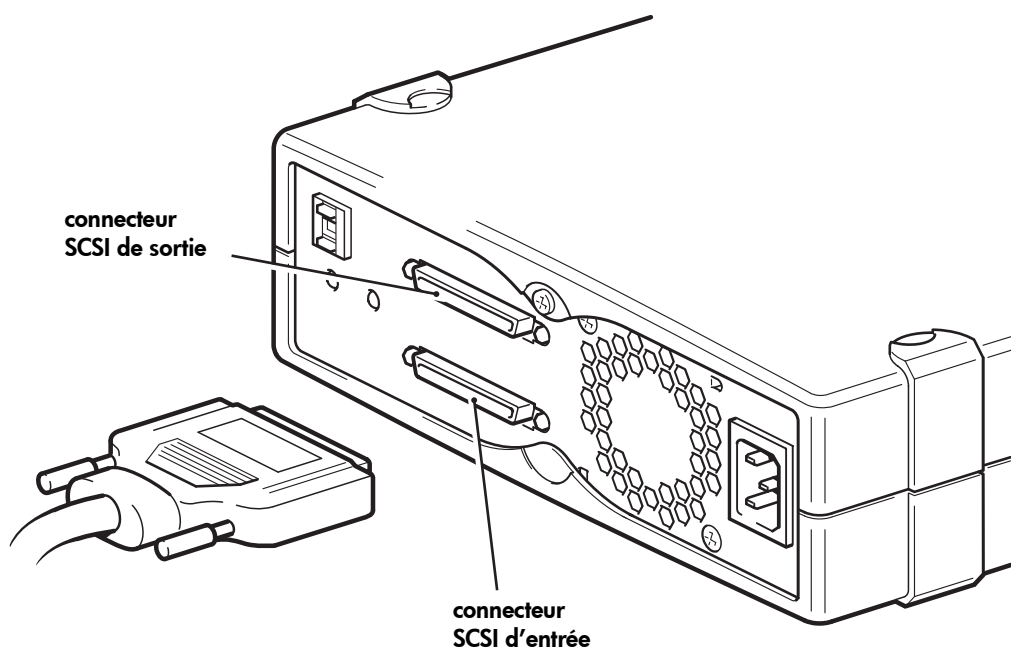

Figure 5 : connexion du câble SCSI
- 4 Effectuez la connexion HD du câble SCSI au connecteur SCSI d'entrée sur le panneau arrière du lecteur de bande et fixez-le en serrant les vis (voir figure 5). **Ne** connectez **pas** le câble au connecteur SCSI de sortie.